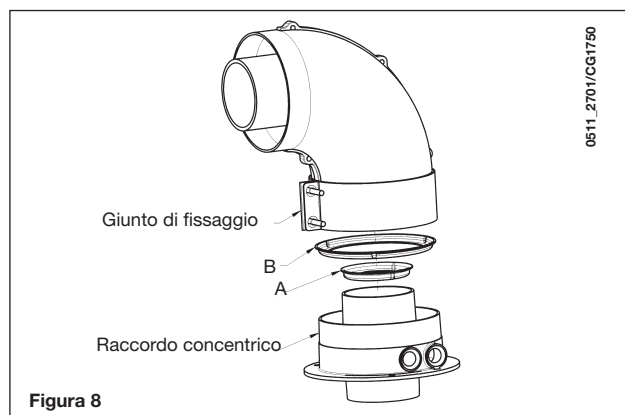

Figura 8
**Il diaframma presente in caldaia (figura 8) va tolto quando  $L1 + L2 > 4m$ .**